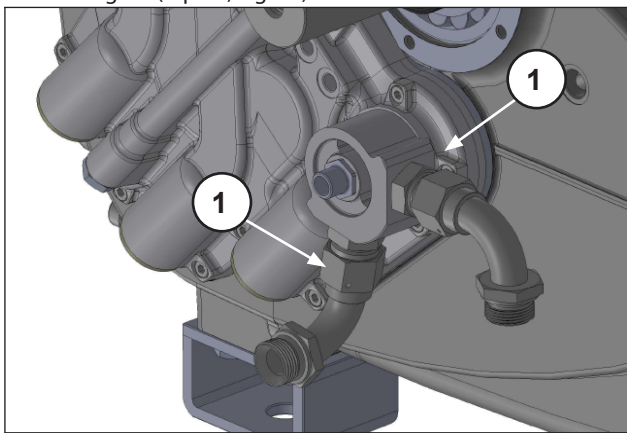

Fig. 18
Dévisser et déposer les deux coudes de raccord sur les tuyaux de l'échangeur (rep. ①, Fig. 18).